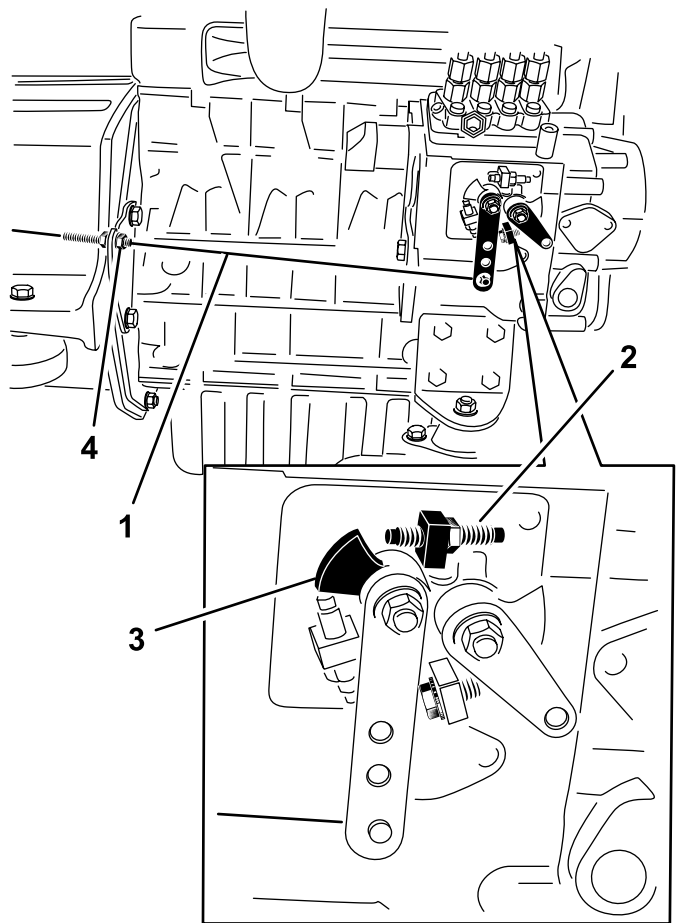

Рисунок 33
2. Проверьте положение рычага регулировки скорости на насосе для впрыска топлива. Когда рычаг дроссельной заслонки находится в положении БЫСТРО (фиксированном), рычаг регулировки скорости должен касаться винта высоких оборотов (Рисунок 33).
3. При необходимости отрегулируйте положение контргайки тросика дроссельной заслонки так, чтобы рычаг регулировки скорости касался винта высоких оборотов, когда рычаг дроссельной заслонки находится в положении БЫСТРО (фиксированном) (Рисунок 33).